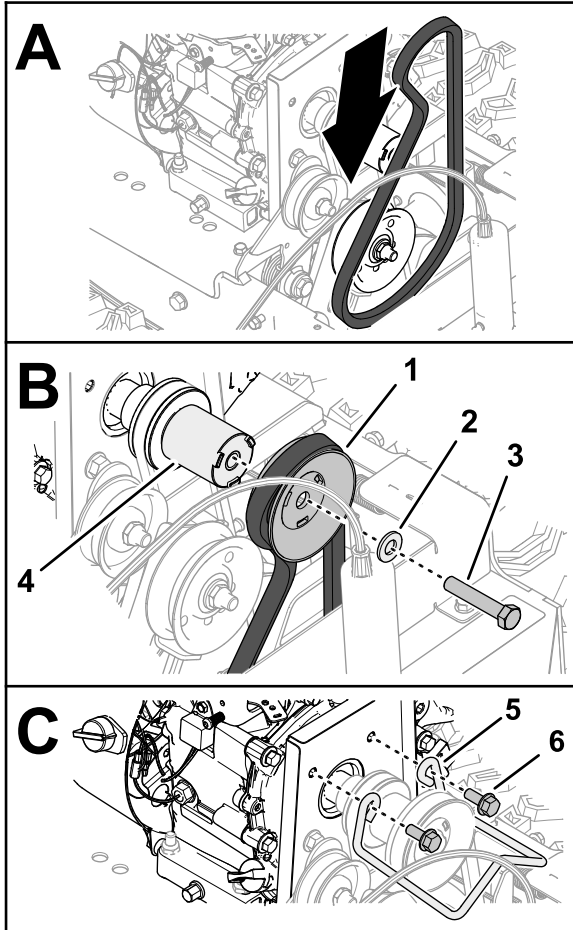

Figure 45
2. Chaussez la courroie de 96 cm dans la gorge de la poulie de l'arbre d'entraînement (Figure 45).
3. Chaussez la courroie dans la gorge de la poulie d'entraînement de la brosse (Figure 45).
4. Placez la poulie d'entraînement de la brosse sur l'entretoise (Figure 45).
5. Fixez la poulie et l'entretoise sur l'arbre d'entraînement (Figure 45) à l'aide de la vis ($\frac{3}{8}$ " x 2").
7. Fixez le guide-courroie sur le moteur à l'aide des 2 vis à embase (Figure 45).